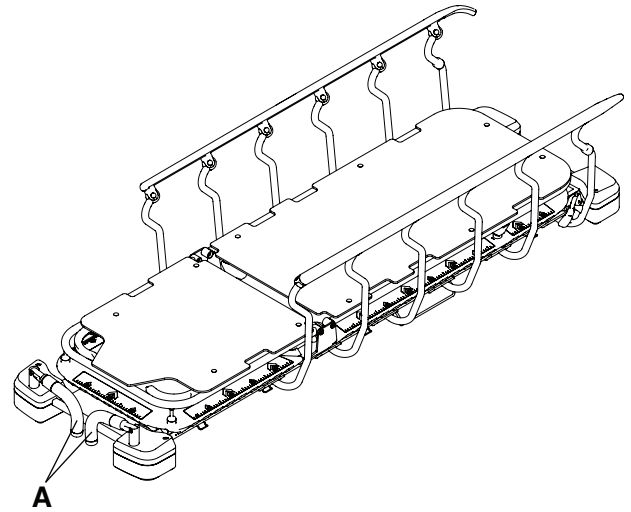

图 8 – 收起头端推动把手
4. 采取相反的操作步骤收起头端推动把手 (A) (图 8)。